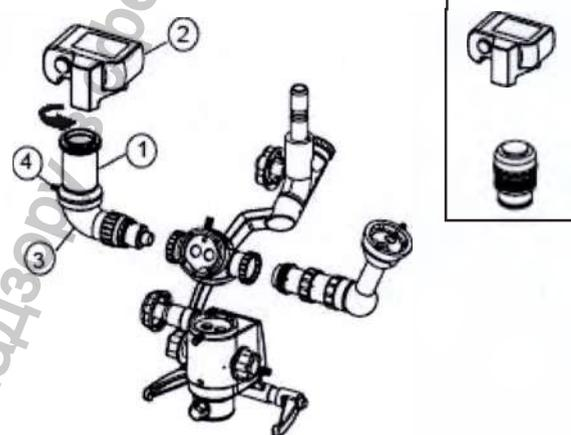

Рис. 31
13.10 Установка Canon, Nikon и Sony DSLR-камер (рис.31):